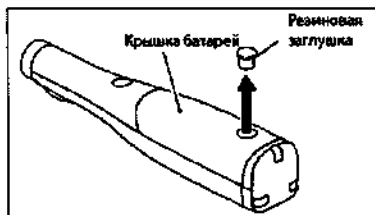

Рис. 13
- 2) Извлеките резиновую заглушку из крышки батарей с помощью отвертки с тонким лезвием. (Рис. 13)